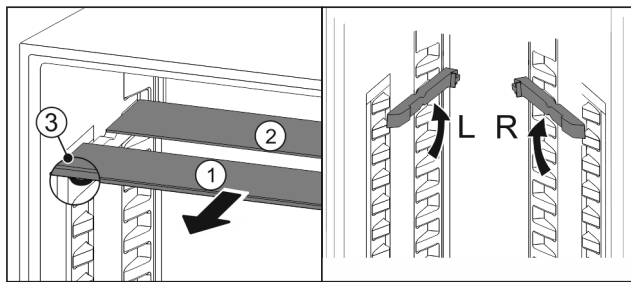

Fig. 57
- ▶ Glasplaten afzonderlijk vanaf de voorkant eruit trekken Fig. 57 (1).
- ▷ Glasplaat Fig. 57 (1) met sierlijst ligt voor.
- ▷ Stops Fig. 57 (3) zijn naar onder gericht.